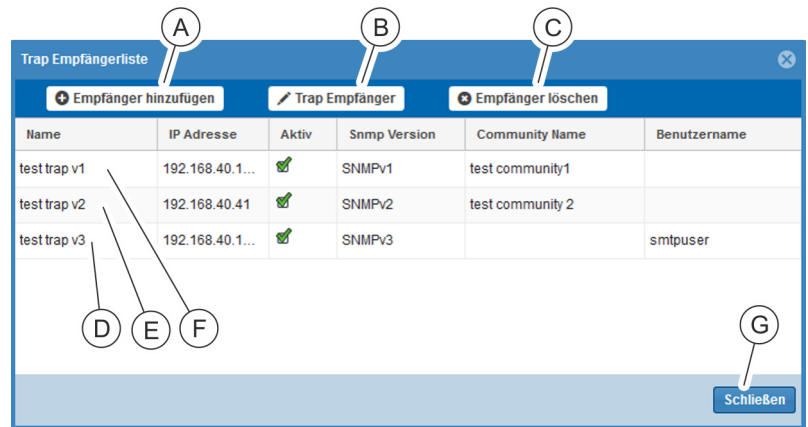

Abb. 161: Fenster "Trap-Empfängerliste"
⇒ Es öffnet sich das Fenster "Trap-Empfängerliste" (Abb. 161).
4. Über die Schaltfläche „Empfänger hinzufügen“ (Abb. 161/Ⓐ) Trap-Empfänger einrichten.
5. Nach der Einrichtung der Trap-Empfänger das Fenster über die Schaltfläche „Schließen“ verlassen (Abb. 161/Ⓖ).